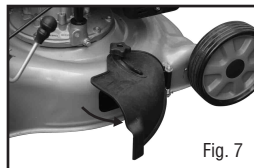

Fig. 7
- Abra la guarda lateral y apriete la tuerca plástica para evitar que se cierre. (Fig. 7).